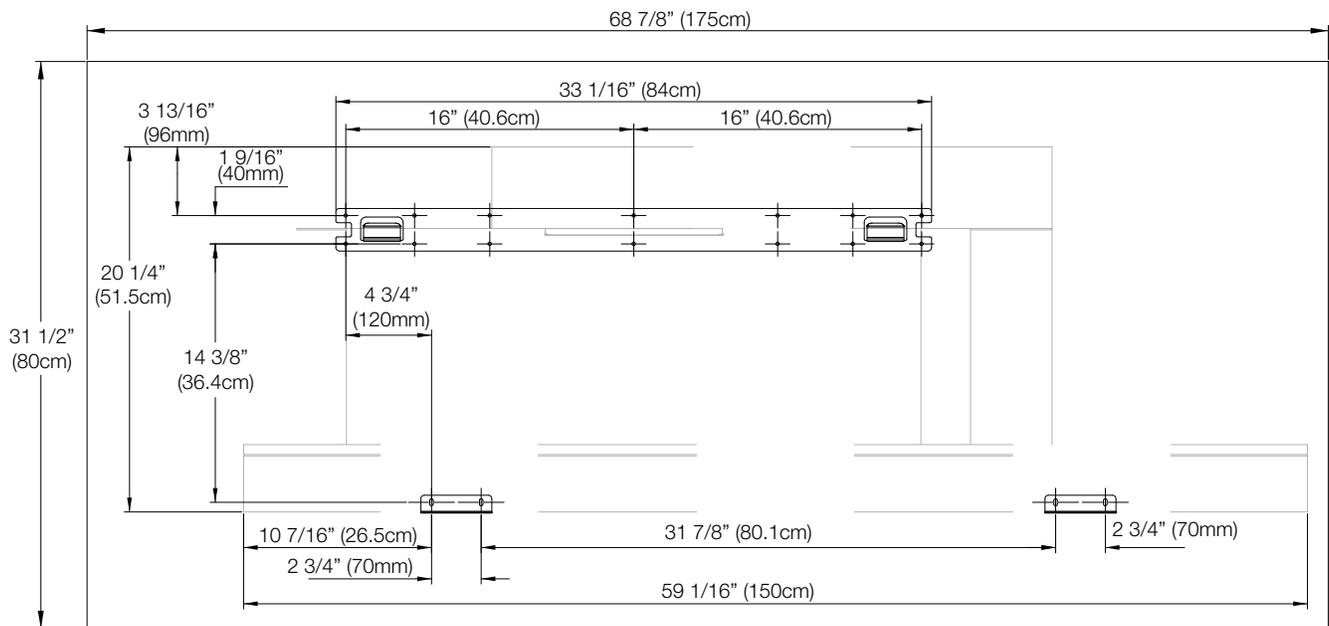

Fig. 2
3. À l'aide du gabarit d'installation de montage mural (**Fig. 2**), marquez les emplacements du support mural arrière et des supports inférieurs sur le mur.